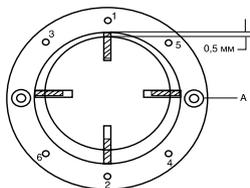

Рис. 9
те их в сухом месте, так как влага и грязь могут повредить компрессор. Заменяйте изношенные ротор и лопасти (если хотя бы одна лопасть из четырех изнасилась, необходимо заменить все четыре лопасти). Соберите компрессор, учитывая, что желобки лопастей должны быть направлены к центру ротора, и зазор между ротором и статорным кольцом (26) должен быть 0,5мм, как показано на рис. 9.